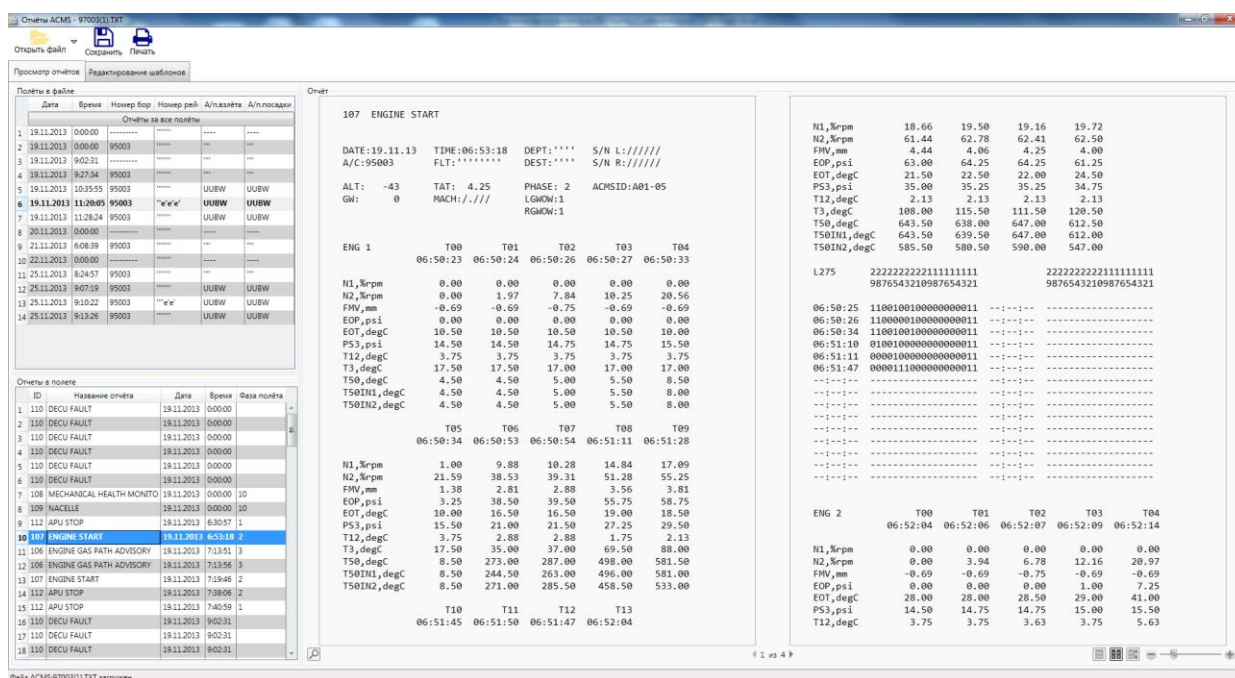

Рисунок 11.4 – Формат отображения «Две страницы»
- Две страницы (Рисунок 11.4);